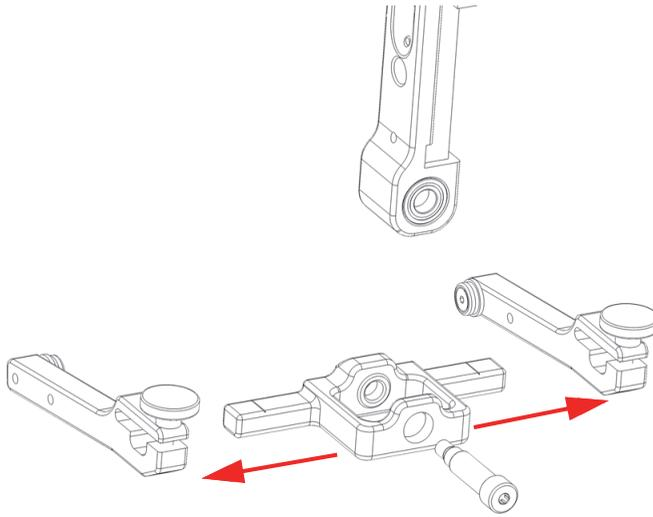

Figure 5-5 Retrait des bras de la fourche
3. Dévissez les deux vis de serrage des bras de la fourche gauche et droit et faites glisser les bras hors de l'axe rotatif de la fourche (Figure 5-5 à la page 86).